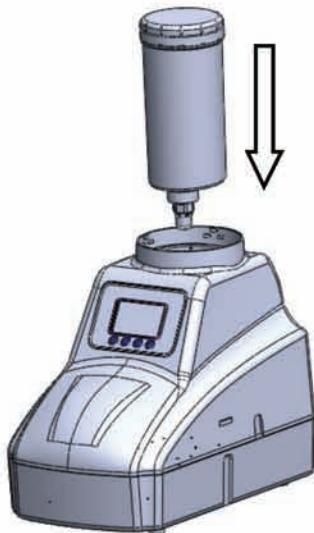

图13
② 如图13所示，将试剂瓶口（偏心结构）插入控制盒上的试剂瓶定位体中，左右旋转，确保已经插到底（试剂瓶设置有止回阀，插入前不必担心试剂会流出，插入后止回阀打开）。